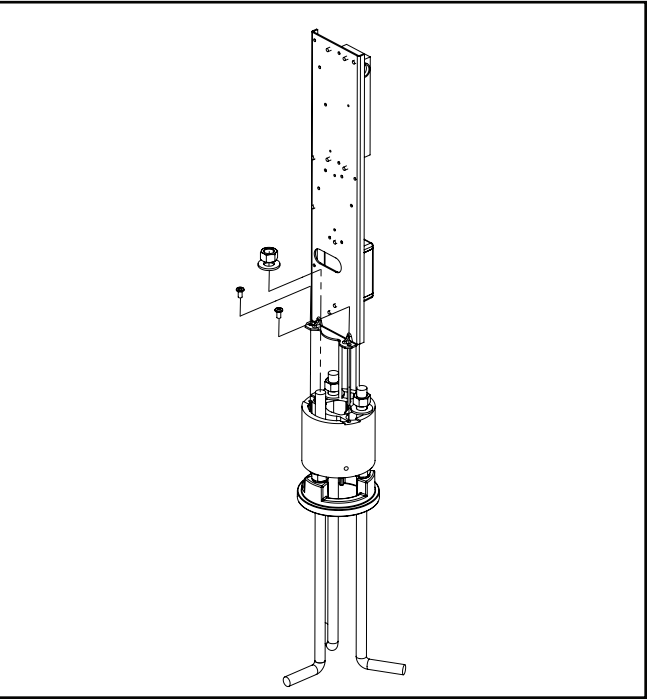

Figure 6.
1. Retirez le luminaire existant, le cas échéant, en déposant les (3) boulons au bas de la tige à l'aide d'une clé hexagonale de 3,97 mm (5/32 po). Soulevez le luminaire et débranchez les (2) fils qui le relient au pilote.
3. Identifiez l'écrou du boulon d'ancrage qui recouvre une partie du support électronique et enlevez-le ainsi que les rondelles qui lui sont associées. Retirez ensuite les (2) vis fixant le support électronique à la base (Figure 6).
4. Réutilisez les (2) vis pour fixer le support électronique fourni avec ce luminaire à la base d'origine. Remplacez les rondelles et l'écrou du boulon d'ancrage, puis serrez au couple de 41 Nm (30 pi-lb). Branchez les fils d'alimentation, y compris les fils de gradation, le cas échéant, comme décrit à l'étape 9 ci-dessus.